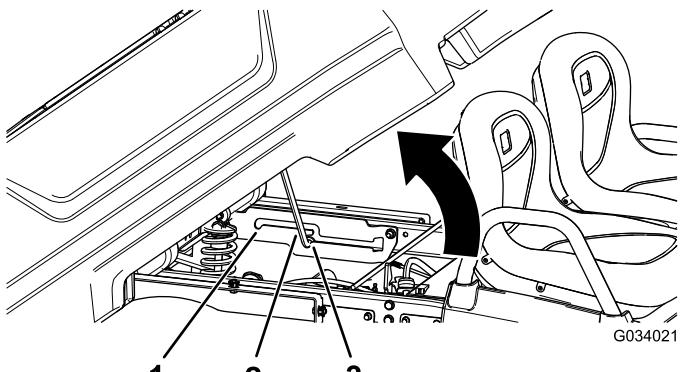

Figure 16
2. Engagez la béquille dans le cran de verrouillage pour bloquer le plateau en position déchargement (Figure 16).
2. Tirez la béquille hors de la fente de verrouillage (Figure 16).
2. Engagez la béquille dans le cran de verrouillage pour bloquer le plateau en position d'entretien (Figure 16).